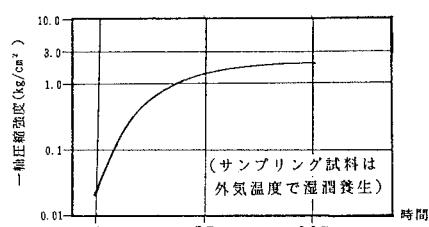

図2. 一軸圧縮強度試験結果
2.3 流動化処理土の性状 処理土の配合及び流動性、単位体積重量を表1に、サンプルの一軸圧縮強度試験結果を図2に示す。